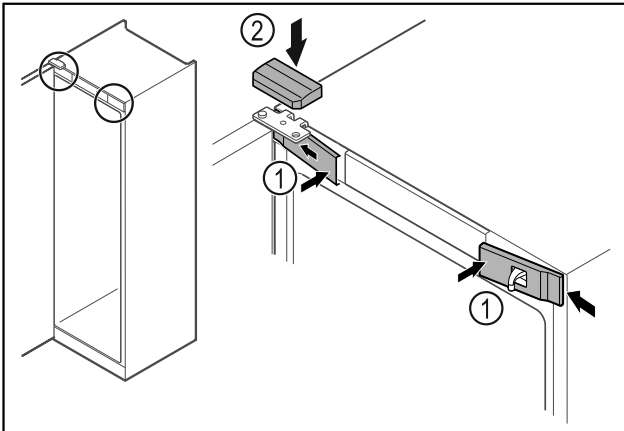

Fig. 61
- ▶ Vordere Abdeckungen Fig. 61 (1) seitlich einhaken und aufrasten.
- ▶ Obere Abdeckung Fig. 61 (2) von oben aufrasten.